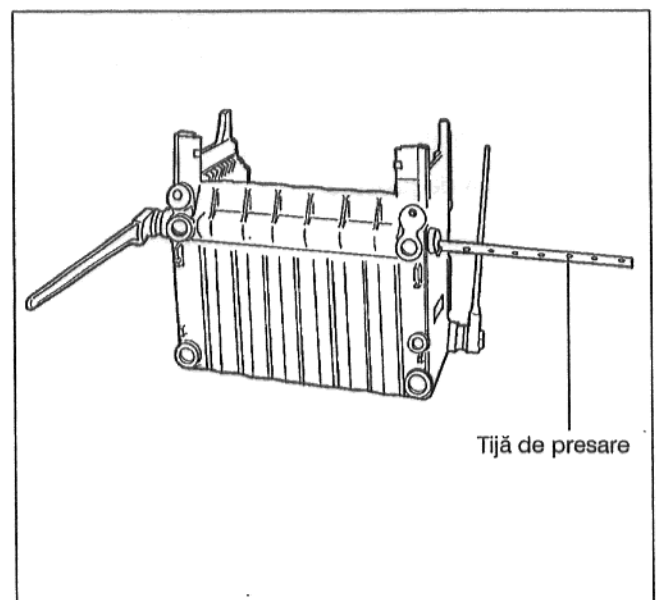

Fig. 5
- Toate celelalte pachete de mijloc și cel final dreapta se îmbină cu nipluri în același mod (Fig. 5).